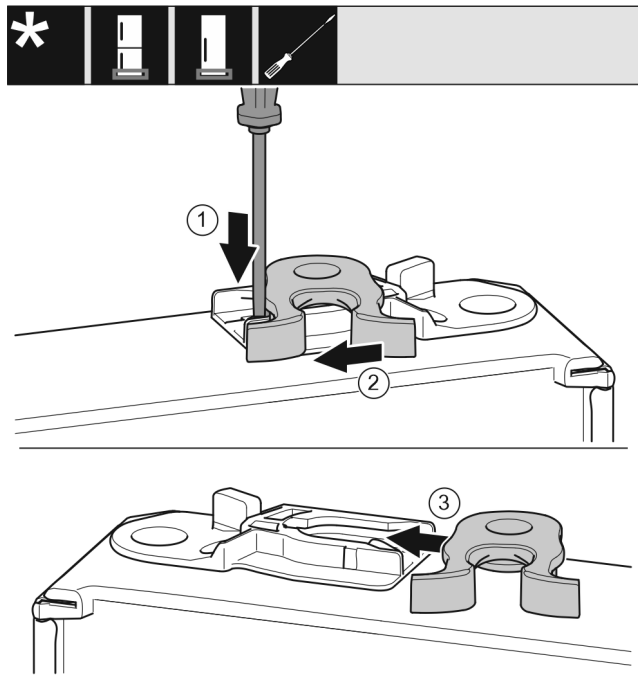

Fig. 16
- ▶ Plochým skrutkovačom zatlačte strmeň nadol. Fig. 16 (1)
- ▶ Zatvárací hák vytiahnite z vedenia. Fig. 16 (2)
- ▶ Zatvárací hák zasuňte na druhej strane do vedenia. Fig. 16 (3)